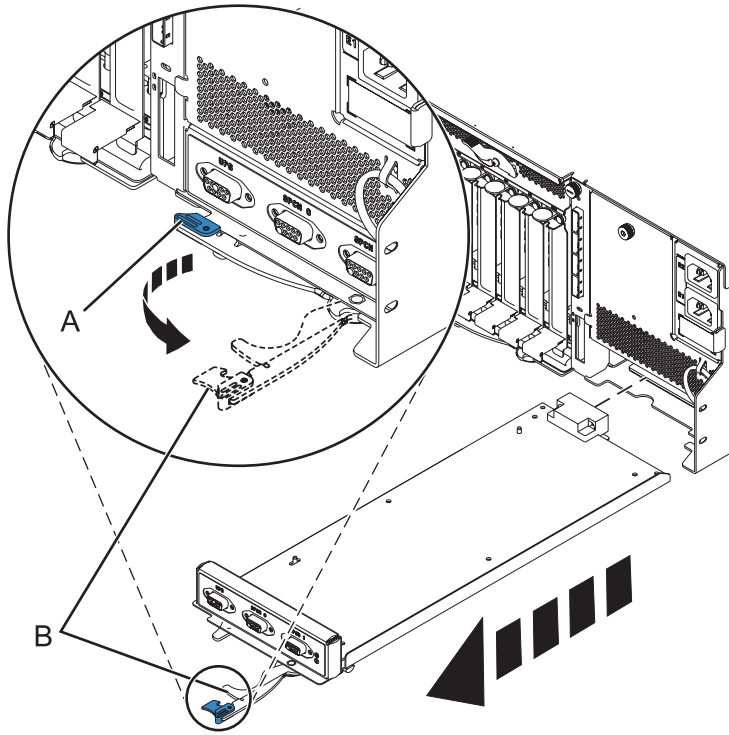

Figure 66. Retirer le contrôleur de gestion du boîtier
- b. Pincez le loquet (A) pour déverrouiller le levier (B). Pour plus d'informations, voir figure 66, à la page 81.